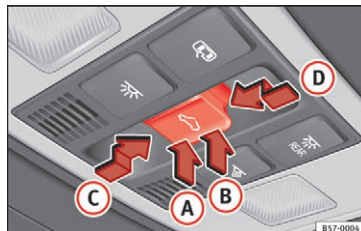

Fig. 132 I loftet: kontakt til glastag
Kontakten  » **Fig. 132** har to trin. I det første trin kan du vippe taget op eller helt eller delvist åbne eller lukke det.
- *Glastag:* Du skal trykke knappen  »» **Fig. 132** til andet trin i pilens retning »» **Fig. 132** , indtil taget er helt lukket, inden der er gået 5 sek. fra aktiveringen af kraftbegrænsningen.